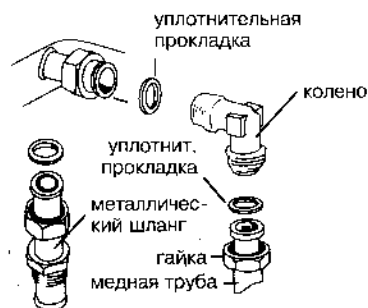

Рис. 14
- Жесткое соединение. Плита поставляется с медной трубой, гайкой и уплотнительной прокладкой (рис. 14).
- Соединение посредством металлического шланга (рис. 14). Не допускайте соприкосновения этого шланга с подвижными деталями кухонного рабочего стола, в котором устанавливается плита (например, выдвижные ящики). Также избегайте пропускания шланга через участки, на которых он может быть зажат.